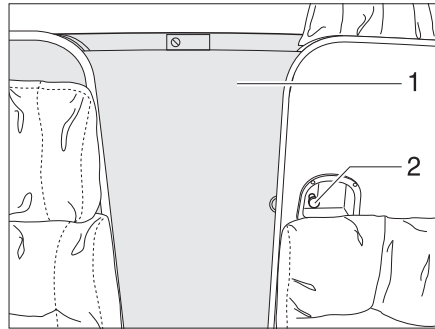
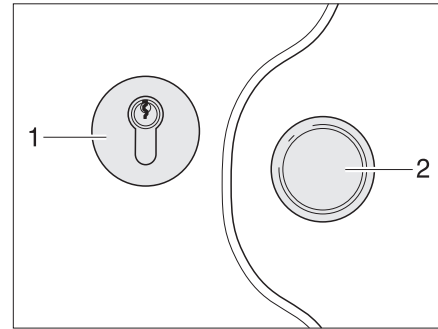

Fig. 45 Separación de la cabina del conductor
Fig. 46 Cerradura de la cabina del conductor
- Quitar el seguro y cerrar deslizando la puerta (Fig. 45,1).
- Girar el tirador (Fig. 45,2) en sentido contrario a las agujas del reloj, hasta que esté bloqueada la puerta.
- Girar el tirador (Fig. 45,2) en sentido de las agujas del reloj, hasta que esté desbloqueada la puerta.
- Empujar y asegurar la puerta (Fig. 45,1).
- Quitar el seguro de la puerta (Fig. 45,1) y cerrarla deslizándola con el tirador (Fig. 46,2).
- Introducir la llave en el cilindro de cierre (Fig. 46,1) y girarla en el sentido de las agujas del reloj, hasta que esté bloqueada la puerta.